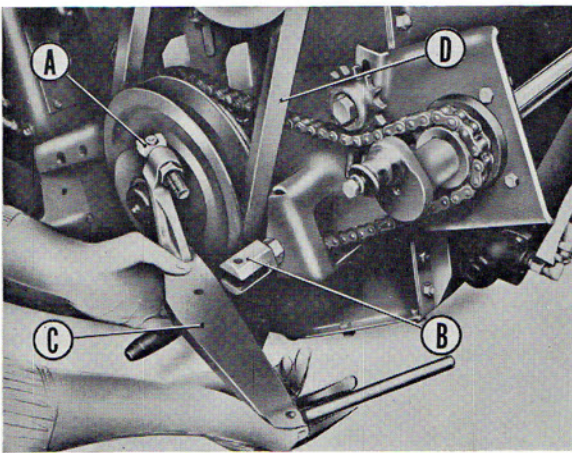

Fig. 87
3 - Position du basculeur de commande de poulie de variateur. Le fond des fourchettes de ce basculeur B (fig. 87) ne doit en aucun cas venir en butée sur les axes. Le jeu par contre ne doit pas excéder 0,75 mm.
- Déposer le boulon pivot du basculeur de commande du variateur B (fig. 87).